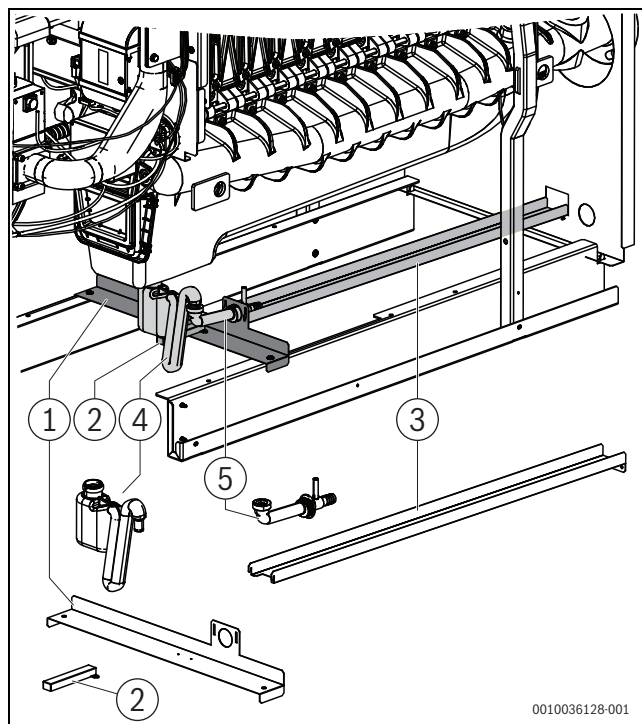

Fig. 20 Instalar a descarga de condensados
- ▶ Aparafusar a laca de proteção do sifão (→fig. 20, [2]) no suporte do sifão [1] e montar na travessa transversal.
- ▶ Pendurar o suporte da mangueira (→fig. 20, [3]) no suporte do sifão e aparafusar na parte traseira da caldeira.